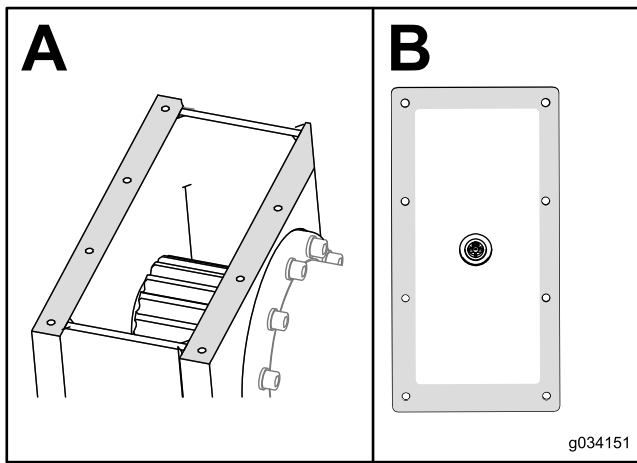

Bild 98
7. Entfernen Sie das Dichtungsmittel am Getriebe und an der Abdeckung (Bild 98).
8. Tragen Sie neues RTV-Dichtungsmittel (KFZ-artig) um die Kanten der Abdeckung auf (Abschnitt B in Bild 98).